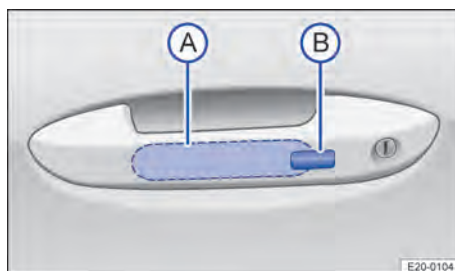

Abb. 56 Im Türgriff an den Vordertüren: Sensorflächen.
1. Sensorfläche → **Abb. 56 A** an der Innenseite des Türgriffs berühren. Alle Blinkleuchten blinken zweimal.
2. Sensorfläche → **Abb. 56 B** an der Außenseite des Türgriffs berühren. Alle Blinkleuchten blinken einmal.
2. Innerhalb von fünf Sekunden den Sensor an der Außenseite des Türgriffs einmal berühren → **Abb. 56 B**. Dabei nicht in den Türgriff greifen. Keyless Entry ist vorübergehend deaktiviert.